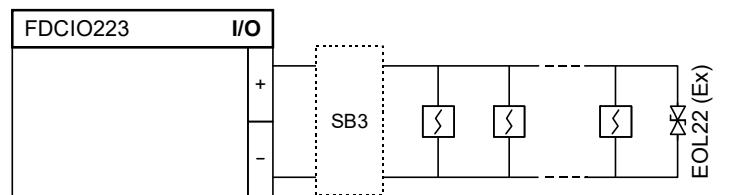

Fig. 6
- Fig. 6 Detector line with safety barrier (ex-zone 1+2)
- Fig. 6 Melderlinie mit Sicherheitsbarriere (Ex-Zone 1+2)
- Fig. 6 Ligne de détection avec barrière à sécurité intrinsèque (zone Ex 1+2)
- Fig. 6 Línea de detectores con barrera de seguridad (zona Ex 1+2)
- Fig. 6 Linea di rivelatori con barriera di sicurezza (zona Ex 1+2)